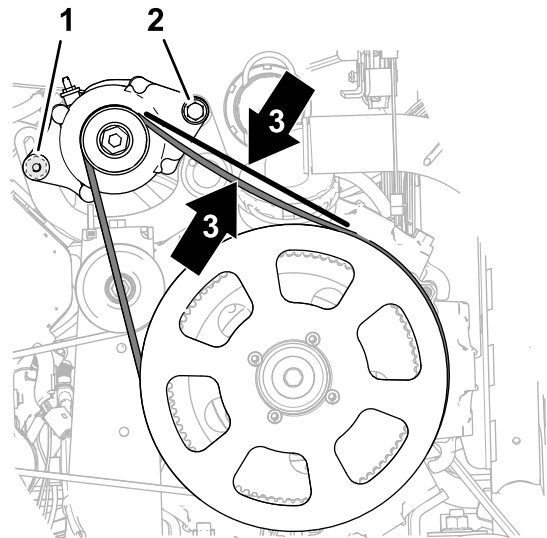

図 183
- オルタネータ図 183をずらしてベルトに張りを出すオルタネータのプーリと駆動プーリ279mmとの